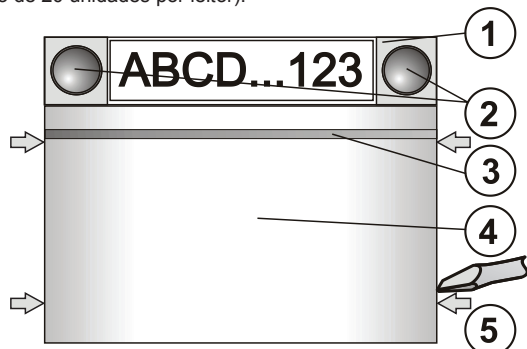

Figura: 1 – segmento de controlo; 2 – botões de segmento; 3 – botão de activação com luz de fundo; 4 – módulo RFID; 5 – abas para abertura do módulo;
1. Pressione as quatro abas (5) nas laterais (ver Fig. 1), uma a uma e liberte o módulo da base de plástico.
6. Conecte o cabo de bus aos terminais de bus (9).